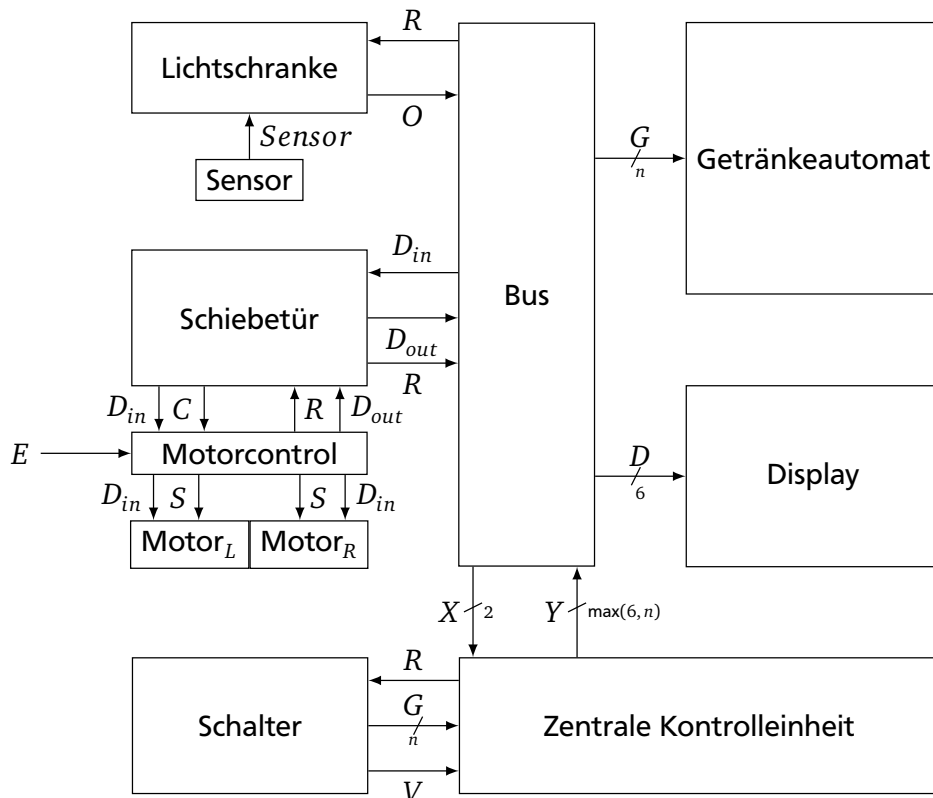

Abbildung 1: Architektur des kontrollierten Einlasssystems.
Für diesen Teil der Schiebetür haben Sie zunächst Zugriff auf einen *Motorcontrol*-Chipbaustein (vgl. Abbildung 1), der sich um die Kontrolle der Schrittmotoren kümmert. Dieser erhält die beiden Eingänge D_{in} und C , sowie die beiden Ausgänge R und D_{out} . Die Ausgänge haben dieselbe Funktion wie die gleichnamigen Ausgänge der kompletten Schiebetür. Wie zuvor gibt der D_{in} -Eingang an, ob die Tür geöffnet (1) oder geschlossen (0) werden soll.
- c) Abschließend sollen Sie eine digitale Schaltung für den *Motorcontrol*-Chipbaustein entwerfen, den Sie in Ihrer Schaltung aus Teilaufgabe b) verwendet haben. Dieser Chipbaustein soll die Motoren steuern, um die Tür zu öffnen und zu schließen. Verwenden Sie dazu einen *Motor*-Chipbaustein, der die beiden Eingänge S und D_{in} hat (vgl. Abbildung 1). Der Schrittmotor hat insgesamt 512 Positionen, wobei die Tür sich bei Position 0 im geschlossenen und bei Position 511 im offenen Zustand befindet (für beide Türen). Wenn der Eingang S des *Motor*-Chipbausteins 1 ist, dann bewegt sich der Motor innerhalb eines Taktes um einen Schritt in die an D_{in} angegebene Richtung.¹ Bezeichnen Sie den *Motor*-Chipbaustein für die linke Tür mit $Motor_L$ und den für die rechte Tür mit $Motor_R$. Achten Sie darauf, dass der Motor niemals über die angegebenen Schritsstufen hinaus angesteuert wird. Sie können davon ausgehen, dass sich die Motoren initial an Position 0 (Tür geschlossen) befinden. Zusätzlich zu den genannten Eingängen hat der *Motorcontrol*-Chipbaustein einen *EMERGENCY*-Eingang E , der bei einem Notfall auf 1 gesetzt ist und die Tür sofort anhält. Der Betrieb geht erst weiter, sobald E wieder auf 0 gesetzt ist. (5 PP)